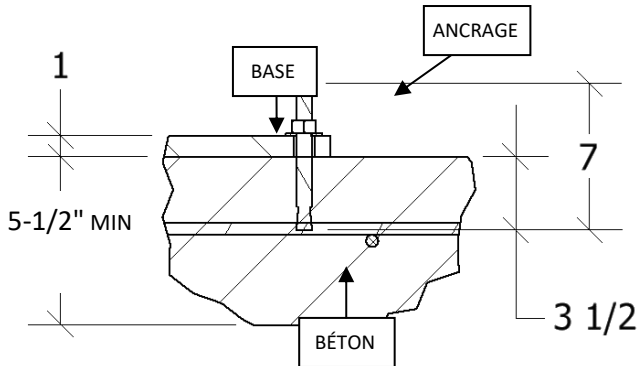

FIGURE 8 : BASE DE BÉTON
- 1. SPÉCIFICATIONS DE PLANCHER :** VÉRIFIER ET RENCONTRER LES SPÉCIFICATIONS DE PLANCHER AVANT DE PROCÉDER À L'INSTALLATION. VOIR **FIGURE 8**.